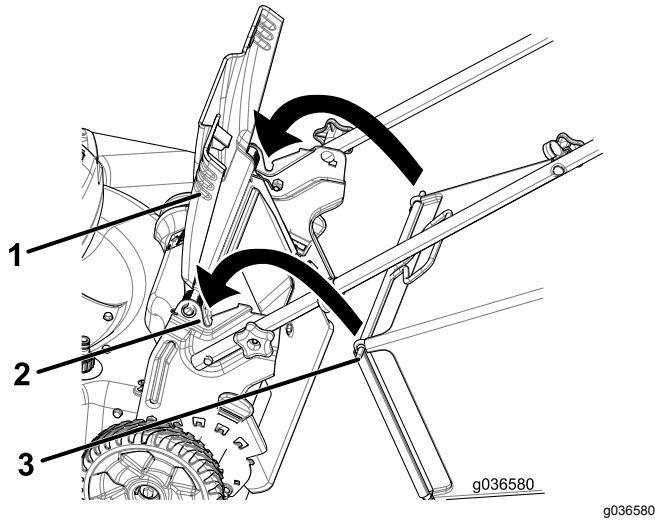

Figure 19
1. Soulevez le déflecteur arrière et gardez-le dans cette position (Figure 19)
2. Montez le bac à herbe en veillant à placer les ergots dans les crans du guidon (Figure 19).